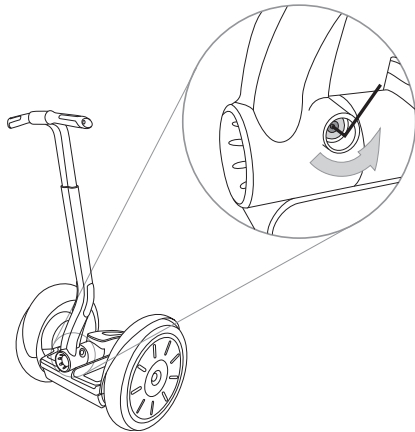

Figura 1. Cómo aflojar el fijador que sujeta la barra LeanSteer
2. Para desmontar la barra de dirección LeanSteer, use una llave hexagonal de 5 mm y quite el fijador que asegura la barra LeanSteer en su lugar. Consulte la figura 1.